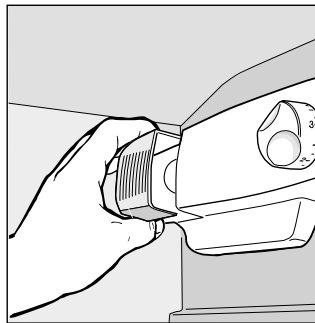

Afb. 2
Dit apparaat ontdooit automatisch en het water wordt opgevangen en naar de afvoer aan de achterkant gevoerd (afb.2) waar de warmte van de compressor het verdampt. Het enige dat u regelmatig moet doen is het afvoergat schoonmaken; dit bevindt zich achter de groentenlade.
- het afvoergat verstopt is (zie afb. 2).